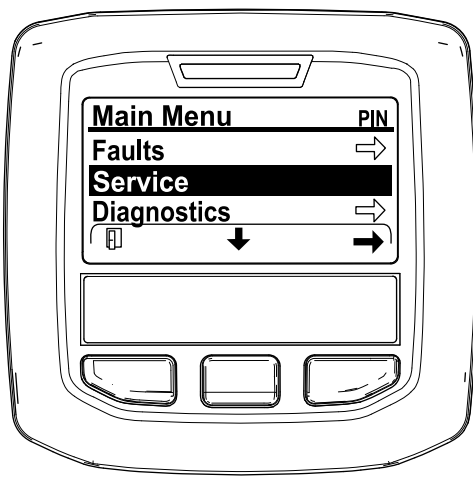

Figura 42
2. Desde el menú PRINCIPAL, pulse el botón central para desplazarse hacia abajo hasta el menú SERVICE (Servicio) y pulse el botón derecho para seleccionar la opción SERVICE (Servicio) (Figura 42).